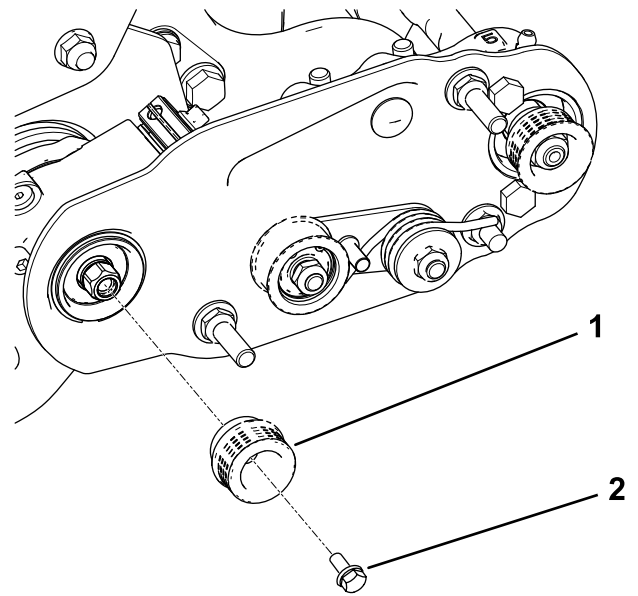

图13
2. 把驱动皮带轮安装到疏草刀轴上 图13。
3. 为凸缘头螺栓涂抹 242 乐泰胶蓝色并使用该螺栓将皮带轮固定到驱动轴上请参阅 图13。